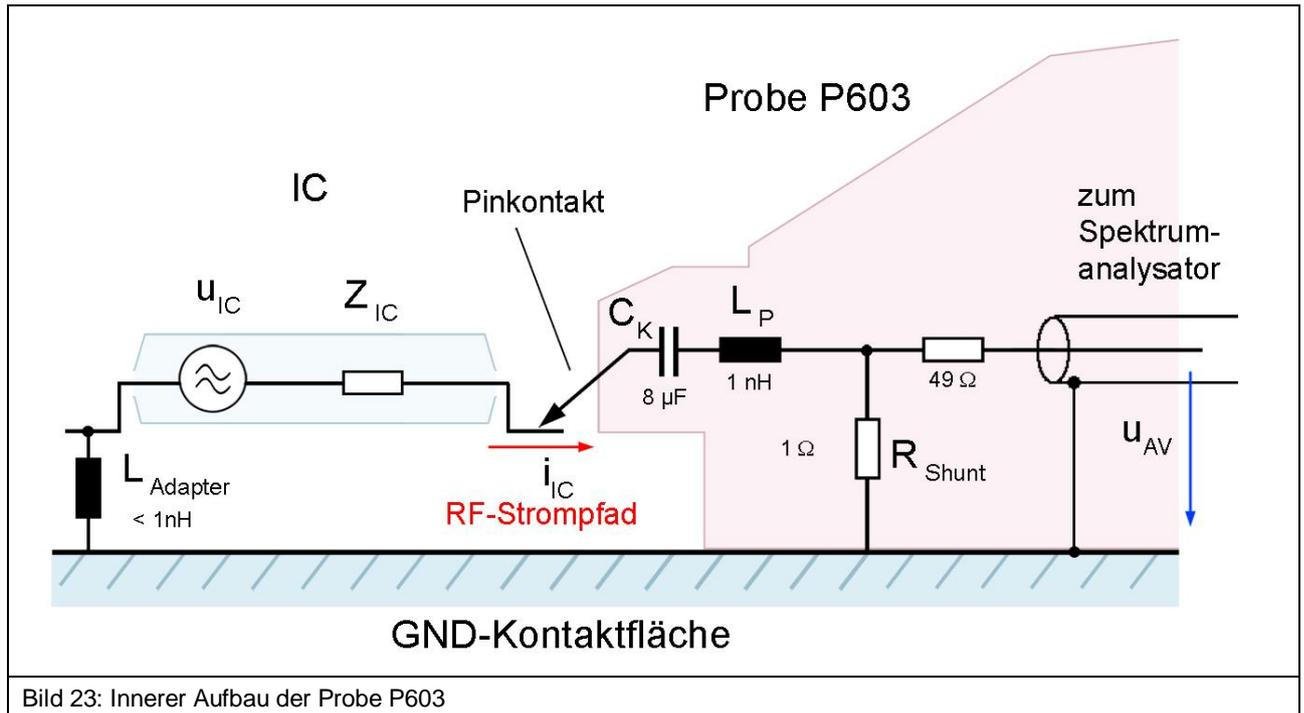

Bild 23: Innerer Aufbau der Probe P603
**Bild 23** zeigt das Ersatzschaltbild der Probe **P603**. Der interne Stromtastkopf besteht aus einem 1-Ohm-Shunt, einem 49-Ohm-Anpasswiderstand und einem 8- $\mu\text{F}$ -Koppelkondensator.